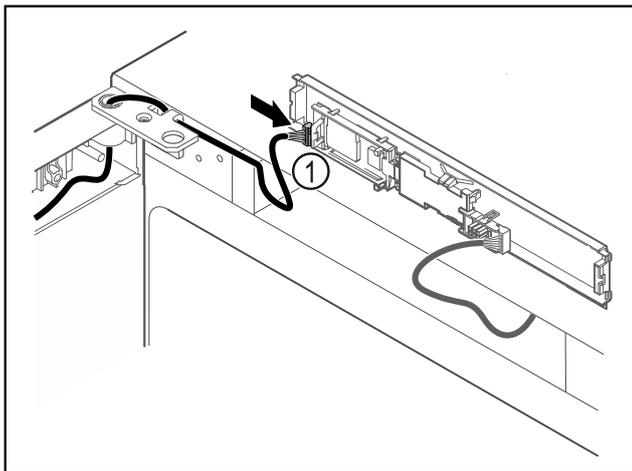

Fig. 65
- ▶ Brancher le connecteur Fig. 65 (1) sur la platine.